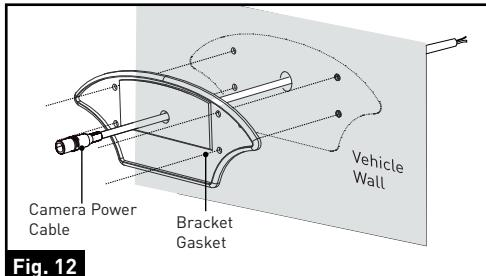

Fig. 12
- Pase el cable de alimentación de la cámara de 1,82 metros (6 pies) suministrado a través de la empaquetadura. Asegúrese de que el extremo pelado del cable entre en el vehículo y que el lado plano quede hacia adentro. (Fig. 12)